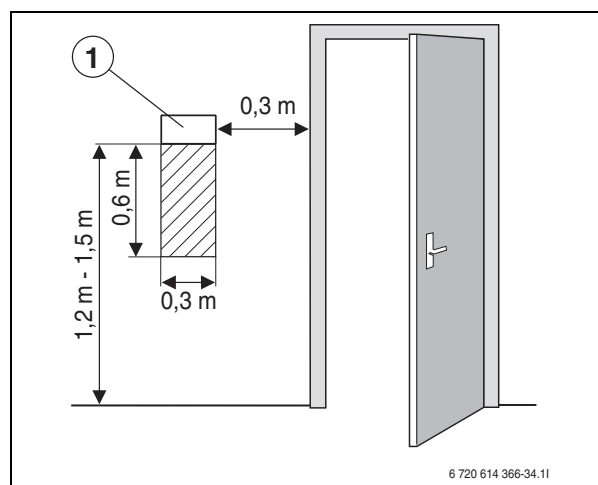

Fig. 22 Lieu de pose recommandé pour la sonde d'ambiance T5
- Libre circulation de l'air sous la sonde d'ambiance T5 (la surface hachurée de la figure 22 doit rester dégagée).